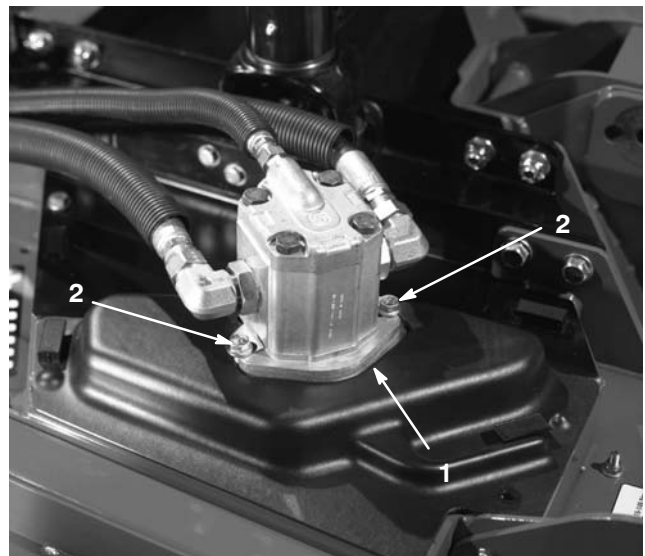

Bild 87
3. Entfernen Sie die Schrauben, mit denen der Hydraulikmotor am Mähwerk befestigt ist (Bild 87). Heben Sie den Motor vom Mähwerk ab und legen ihn auf die Oberseite des Mähwerks.